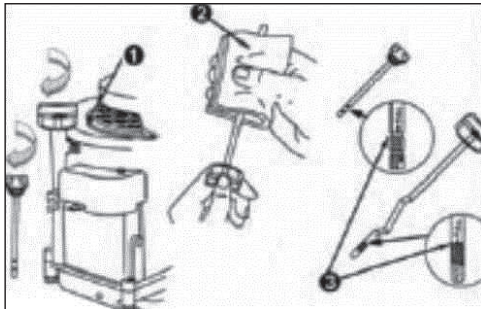

Рис. 4
7. Протрите щуп (см. Рис. 4).
9. Отверните крышку маслоналивной трубки и извлеките масляный щуп из трубки. Проверьте уровень масла. Если уровень масла на щупе ниже метки «MIN», аккуратно добавьте масло до уровня «FULL» (см. Рис. 4.)